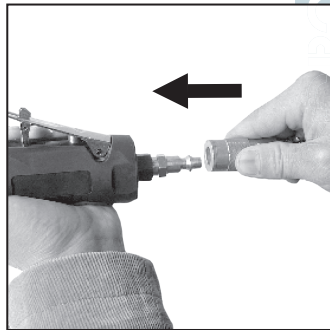

Рисунок 6 – Подключение пневматики
5. Снимите защитный колпачок, расположенный внизу рукоятки зачистной машинки на входном отверстии пневматического привода. Вкрутите штуцер в отверстие подачи воздуха, затем подключите к штуцеру пневмолинию (рис. 6).